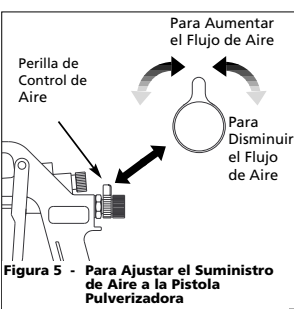

Figura 5 - Para Ajustar el Suministro de Aire a la Pistola Pulverizadora
1. Ajuste la presión de aire de la pistola pulverizadora según las recomendaciones suministradas con el material que va a rociar. Esta presión generalmente es entre 2,8 bar a 4,1 bar. Para ajustar la presión de aire oprima el gatillo y abra completamente la perilla de control de aire (de haberla). Si desea reducir la presión para pintar sólo ciertas áreas, use la perilla de control de aire para reducirla (Vea las Figura 5).
que va a rociar. Esta presión generalmente es entre 2,8 bar a 4,1 bar. Para ajustar la presión de aire oprima el gatillo y abra completamente la perilla de control de aire (de haberla). Si desea reducir la presión para pintar sólo ciertas áreas, use la perilla de control de aire para reducirla (Vea las Figura 5).